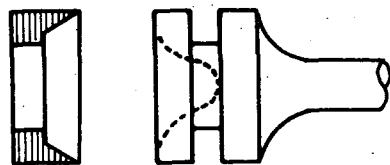

Fig. 3
- b Coloque a gaxeta secundária no êmbolo (fig. 3).